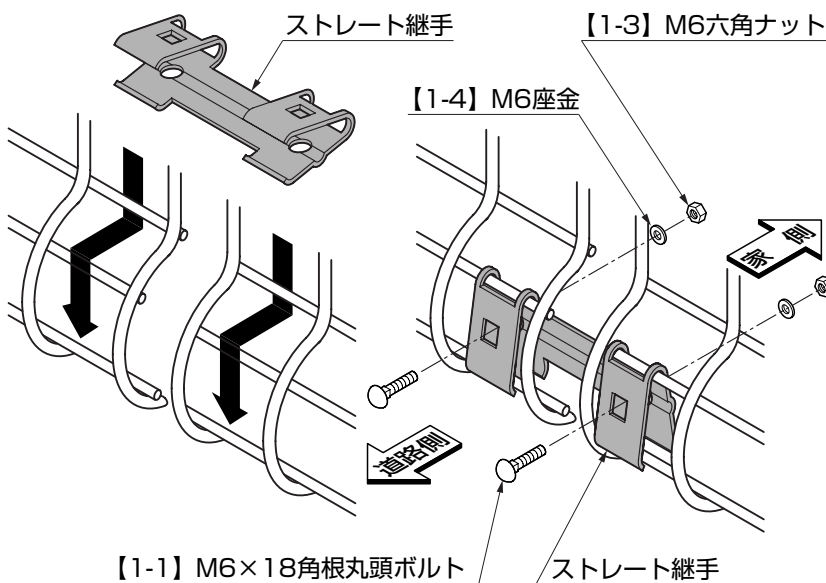

図1-5
③隣り合うフェンス本体の下部両方に、ストレート継手を片方ずつかけて挟み込んだ後、【1-1】、【1-3】、【1-4】で締めつけてください。(図1-5参照)